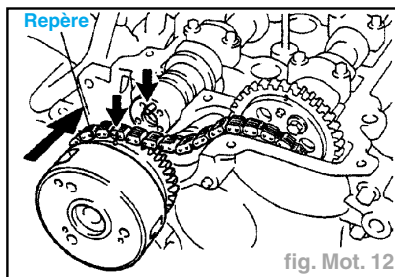

fig. Mot. 12
- Reposer la chaîne de distribution sur l'ensemble de commande de distribution de soupapes et aligner le repère de la chaîne de distribution sur le repère de l'ensemble de commande de distribution (fig. Mot. 12).